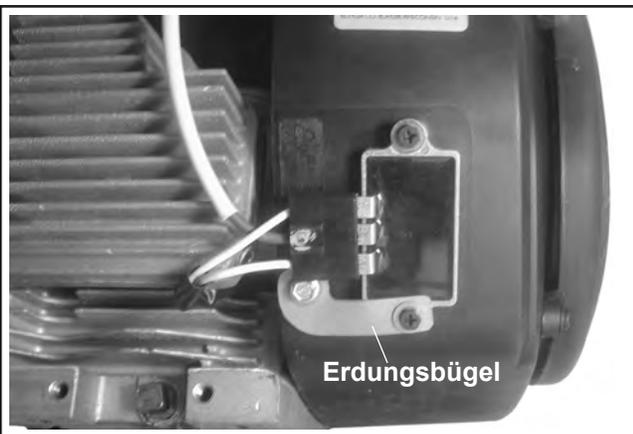

Abbildung 11-71. Erdungsbügel und angeschlossener Stecker.
1. Den Gleichrichter-Regler im Lüftergehäuse montieren, wenn dieser vorher ausgebaut worden war. Dann das Massekabel des Gleichrichter-Reglers mit der Unterlegscheibe und der silbrigen Schraube über die Innenöffnung des Rings anschließen, wie in Abbildung 11-69 gezeigt. Wird ein Erdungsbügel verwendet, so wird dieser über die untere Montageschraube und die Unterlegscheibe gegen die **äußere** Seite des Gleichrichter-Reglers befestigt. Siehe Abbildung 11-71.